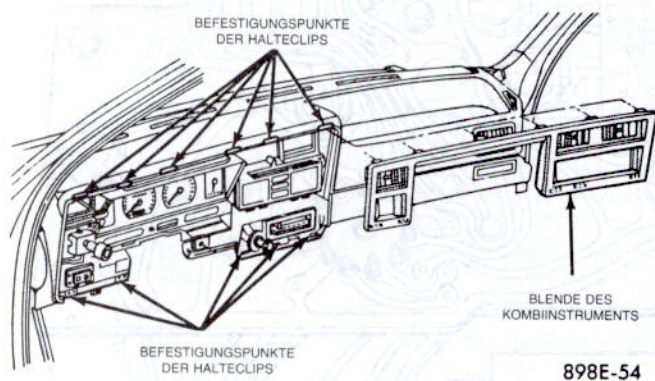

Abb. 1 – Blende des Kombiinstruments
- (1) Blende des Kombiinstruments abbauen (Abb. 1).